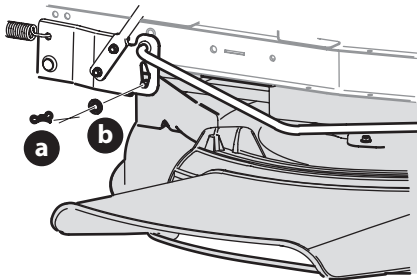

Figure 30
3. Enlevez la goupille papillon (a) et la rondelle plate (b) de l'ensemble de relevage du plateau de coupe et gardez-les pour les utiliser plus tard (Figure 30).